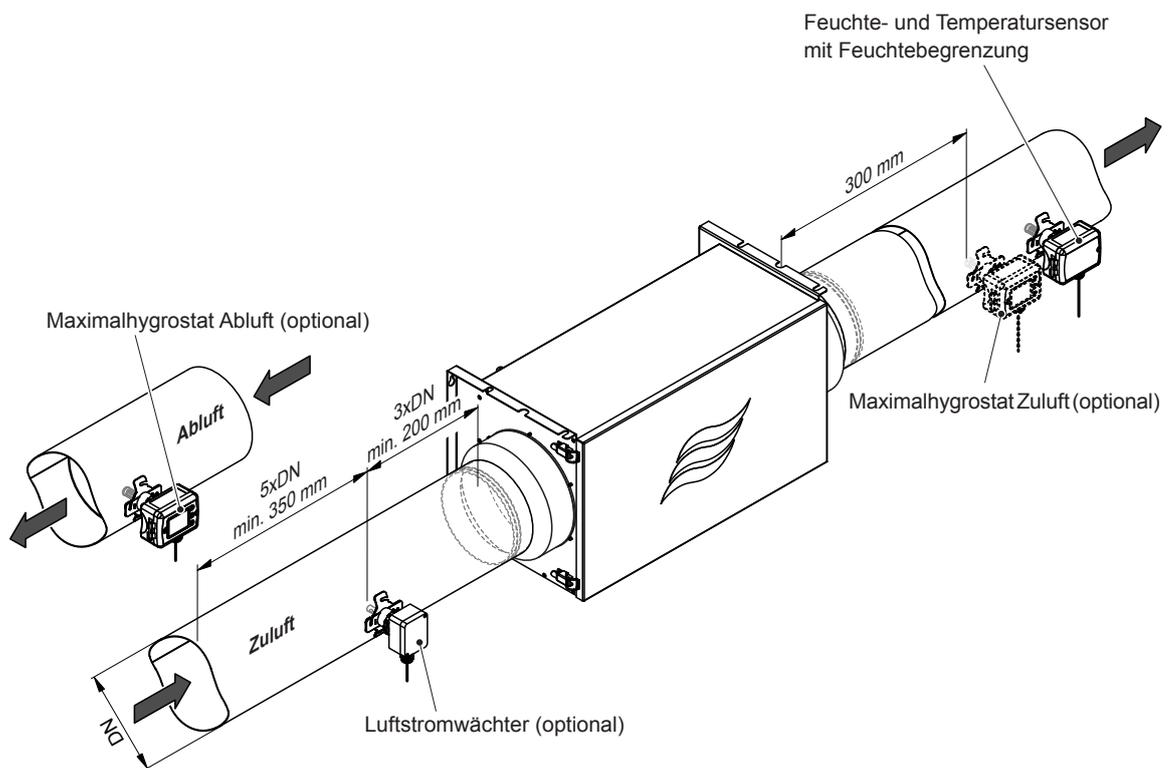
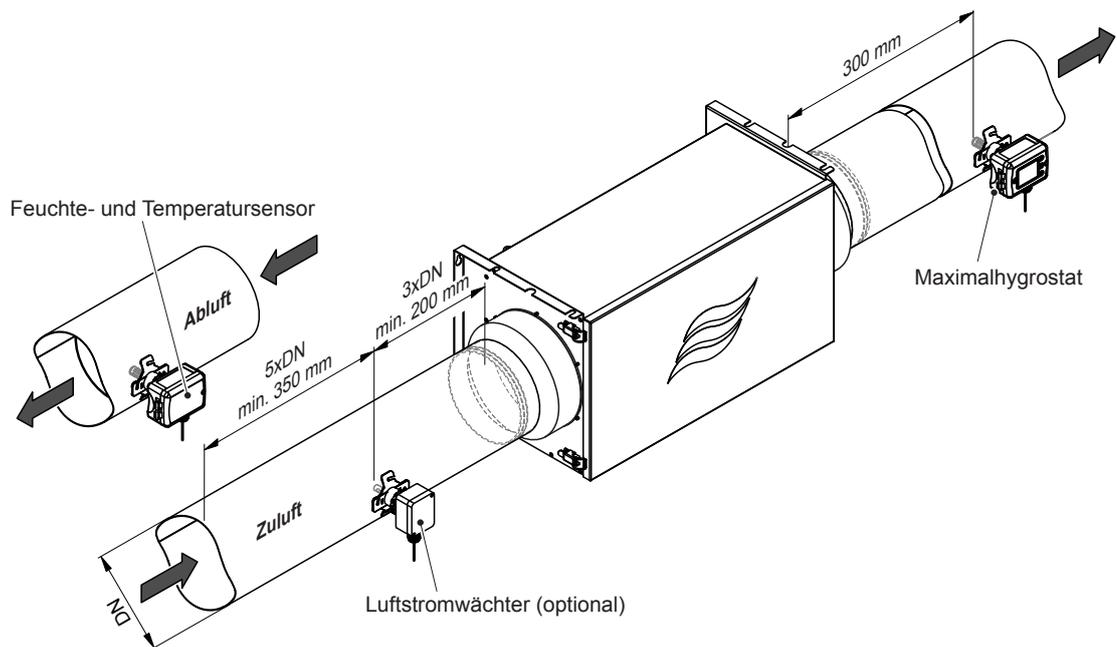

Abb. 29: Platzierung des Feuchte- und Temperatursensors und der Überwachungsgeräte bei Zuluftregelung
Abb. 30: Platzierung des Feuchte- und Temperatursensors und der Überwachungsgeräte bei Abluftregelung
1. Das Einführungsloch für den Sensor ($\varnothing 16$ mm) in den Lüftungskanal bohren (Platzierung siehe *Abb. 29* oder *Abb. 30*).